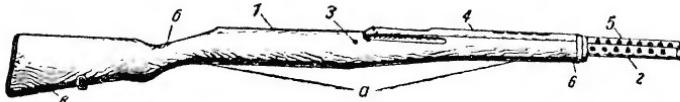

Рис. 45. Ложа и ствольная накладка:
**46. Ложа и ствольная накладка** (рис. 45) в собранном виде состоят из следующих частей: ложи, нижнего кожуха, болта нагеля с втулкой, ствольной накладки, верхнего кожуха, ложевого